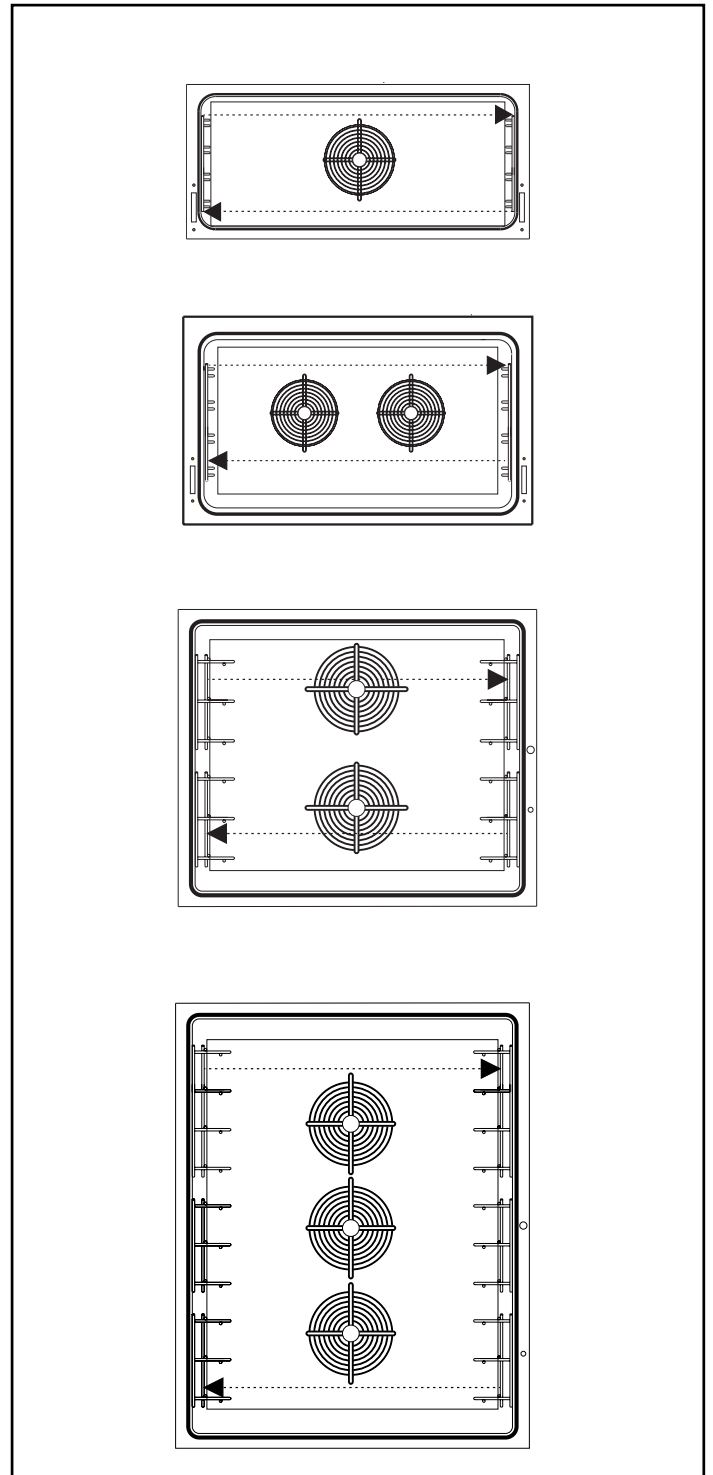

Fig. 4
- Si se invierte simplemente la grada lateral de derecha con la de izquierda se puede obtener la versión gastronomía o pastelería. Es necesario desatornillar los tornillos que fijan la grada lateral e invertir la posición (Fig. 4).